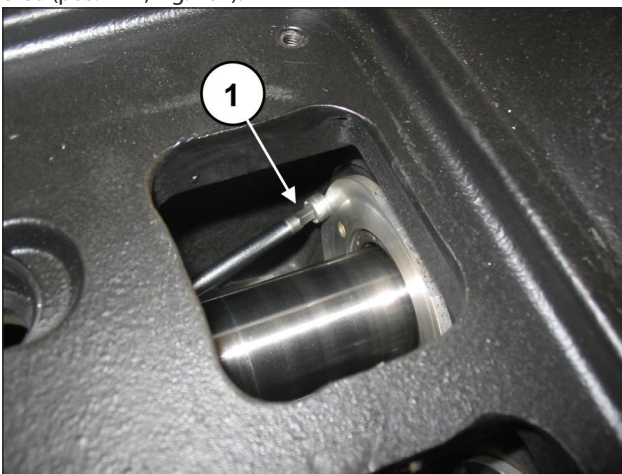

Fig. 162
Solte os dois parafusos de bloqueio da cobertura da junta do óleo (pos. ①, Fig. 162).